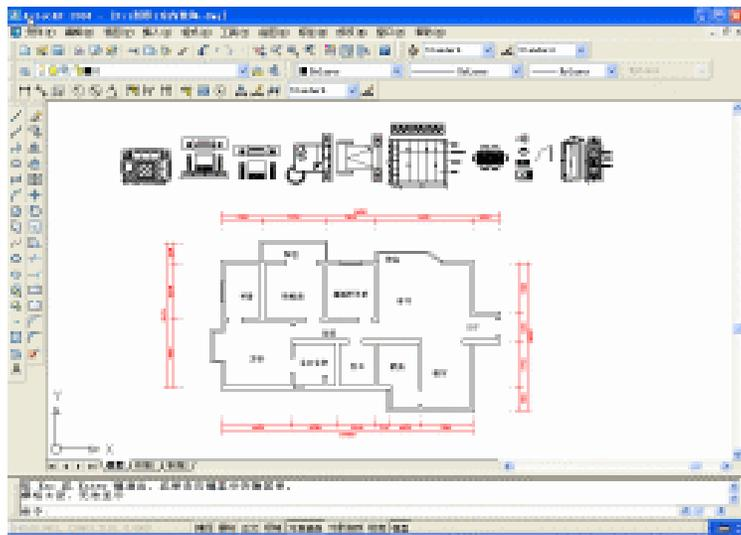
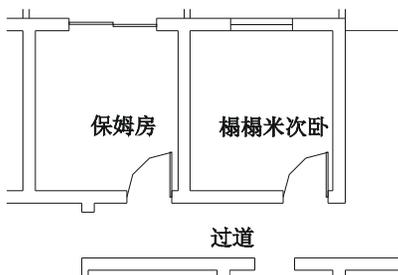
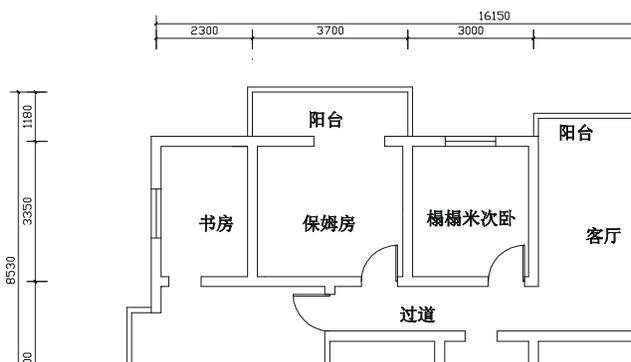

图 6-1-3
图 6-1-7
图 6-1-8
**STEP 04** 使用 Ctrl+V 键或单击标准工具栏上的粘贴按钮, 将所有的基础实例.dwg 文件中的图形全部复制到“室内装饰.dwg”的文件中, 如图 6-1-3 所示。
**STEP 05** 使用复制命令 COPY 将如图 6-1-3 所示的平面门插入到下面平面图中保姆房和榻榻米次卧中, 如图 6-1-7 所示, 其具体操作步骤如下：
// 框选如图 6-1-3 所示中的平面门
**STEP 06** 将如图 6-1-3 所示的平面门复制一个，并使用旋转命令 ROTATE 旋转  $90^\circ$  并使用移动命令 MOVE 插入到下面的平面图的主卧中，如图 6-1-8 所示，其具体操作步骤如下：
选择对象：指定对角点：找到 2 个 // 框选如图 6-1-3 所示中的平面门
选择对象：指定对角点：找到 2 个 // 框选如图 6-1-8 所示中主卧中的平面门
// 框选如图 6-1-3 所示中的沙发